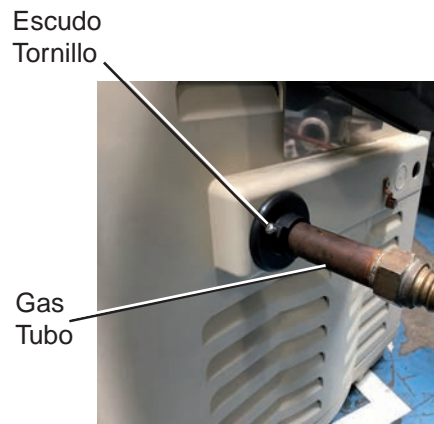

Figura 1. El chapetón está instalado en la tubería de gas y debe cubrir la abertura circular en el panel del calentador.
2. Cuando instale el tubo de $\frac{3}{4}$ " en la válvula de gas, coloque el escudo del tubo de gas sobre el tubo de modo que el círculo más grande quede hacia el panel de servicio del calentador y el círculo más pequeño con el tornillo hacia afuera para el panel de servicio del calentador (hacia la unión) como se muestra en la Figura 1.